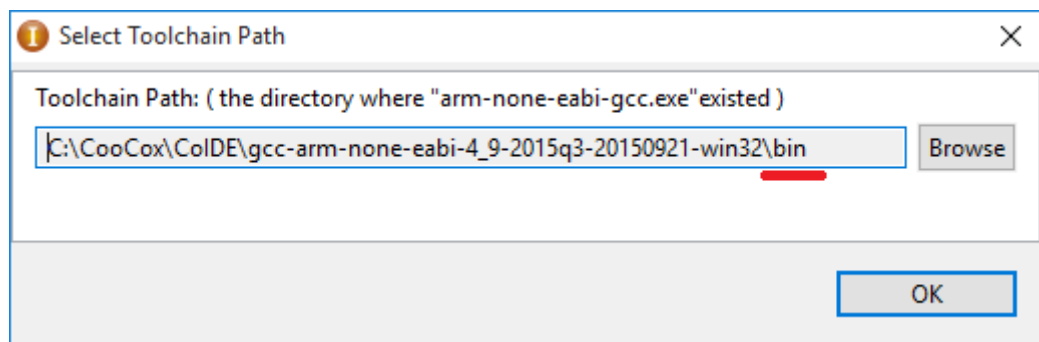

Рис. 6. Вікно для вказування шляху до компілятора
**Увага! Вказувати потрібно директорію *bin*, як зображено на рис. 6.**